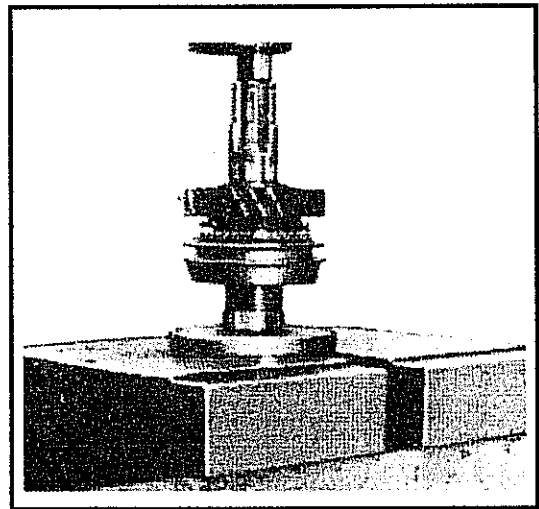

Abb. 11-23 Einsetzen der Schiebemuffe für 1. Gang
- Die Lagerbuchse für das Schaltrad 1. Gang auf der Hauptwelle aufpressen, bis die Lagerbuchse, das Schaltrad 2. Gang und der Synchronkörper am Anschlag der Hauptwelle anliegen. Siehe Abb. 11-23.